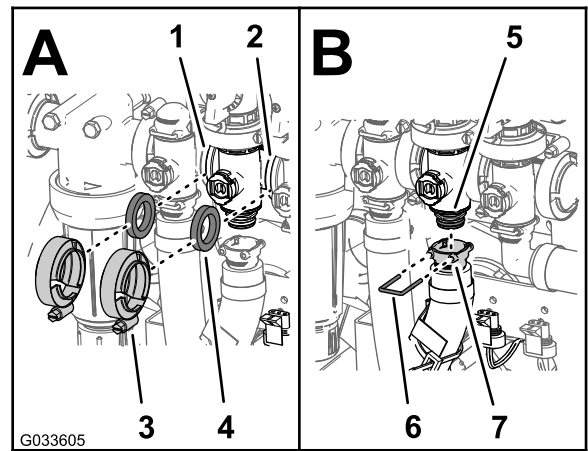

Figure 113
2. Montez la vanne de dérivation d'agitation, le joint et le collecteur de la vanne d'agitation avec un collier serré à la main (Figure 113).
3. Placez un joint entre les brides du régulateur de débit et du collecteur de la vanne d'agitation (A de Figure 113).
4. Montez le régulateur de débit, le joint et le collecteur de la vanne d'agitation avec un collier serré à la main (A de Figure 113).
5. Placez un joint entre les brides du collecteur de la vanne d'agitation et de la vanne maîtresse des rampes (A de Figure 113).
6. Fixez le collecteur de la vanne d'agitation, le joint et la vanne maîtresse avec un collier serré à la main (A de Figure 113).
7. Montez le raccord de sortie sur l'accouplement au bas du collecteur de la vanne d'agitation (B de Figure 113).
8. Fixez le raccord de sortie à l'accouplement en insérant un étrier de fixation dans la douille du raccord de sortie (B de Figure 113).